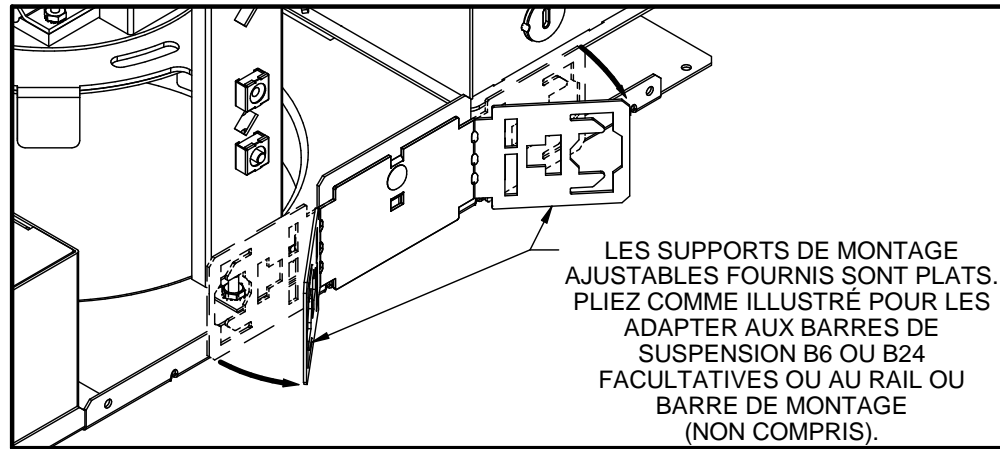

FIG. 1
2. Pliez les supports de montage comme illustré dans la **FIG. 1**. Installez le luminaire au plafond en vous servant des barres de suspension B24 ou B6 (comprises), du rail ou des barres de montage (non compris) placés dans les supports de montage ajustables. Installez le luminaire au plafond de sorte à ce que le poids du luminaire soit supporté par la structure du bâtiment à l'aide des barres de suspension, du rail de montage, des barres de montage ou par les fils de suspension, en respectant la réglementation locale. Il ne faut pas que le poids du luminaire soit retenu uniquement par le plafond.